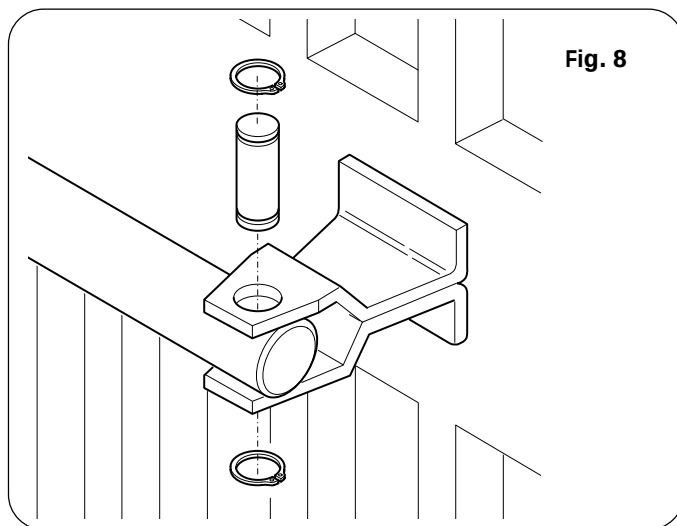

Fig. 8
- 6) Monte el empalme anterior en el vástago (Fig.8).